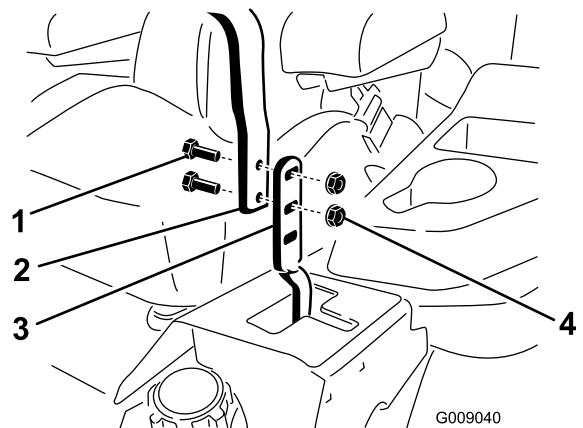

Bild 87
3. Lösen Sie die Schrauben und die Bundmuttern, die in den Hebeln installiert sind (**Bild 87**).